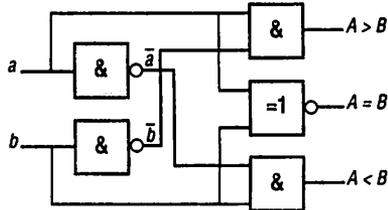

Fig. 15 : Logigramme d'un comparateur 1 bit.
3.2. Schéma logique et symbole (fig. 15 et 16)